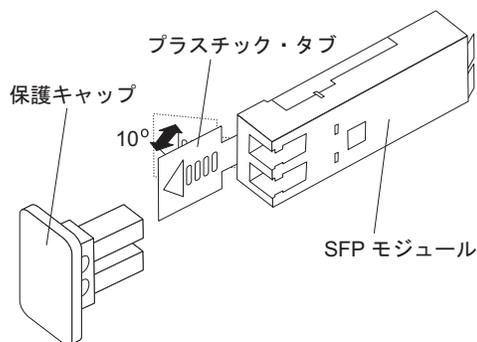

図 25. SFP モジュール・ラッチのアンロック - プラスチック・タブの場合
- プラスチック・タブが入っている SFP モジュールの場合は、図 25 に示すように、プラスチック・タブを引いて SFP モジュールのラッチをアンロックします。